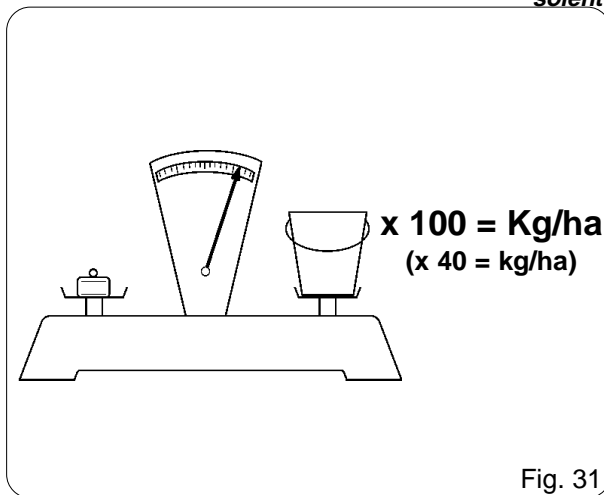

Fig. 31
- 7) Pesare la quantità di seme raccolto nelle vaschette e moltiplicarlo per 100 o per 40 in base alle rotazioni compiute, il valore ottenuto sarà la quantità in chilogrammi distribuita per ettaro (Fig.31).
- 7) Die in den Sammelbehältern gesammelte Saatgutmenge wiegen und unter Bezug auf die durchgeführten Drehungen mit 100 oder 40 multiplizieren. Das Ergebnis ist die in Kilogramm pro Hektar ausgestreute Saatgutmenge (Abb. 31).
- 7) Peser la quantité de semences contenue dans les bacs et la multiplier par 100 ou par 40 (selon les tours effectués); la valeur obtenue correspond à la quantité en kilogrammes distribuée sur un hectare (Fig. 31).
- 7) Pesar la cantidad de semilla recogida en las cubetas y multiplicarlo por 100 o por 40 según de las rotaciones efectuadas, el valor obtenido será igual a la cantidad en kilogramos distribuida por hectárea (Fig. 31).